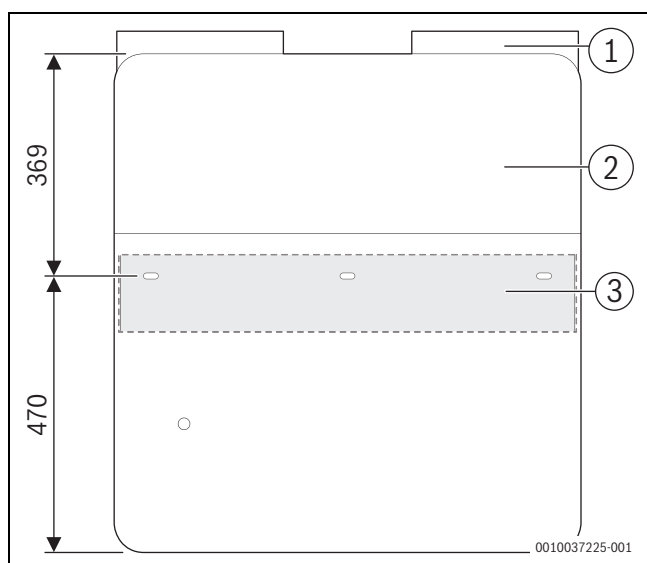
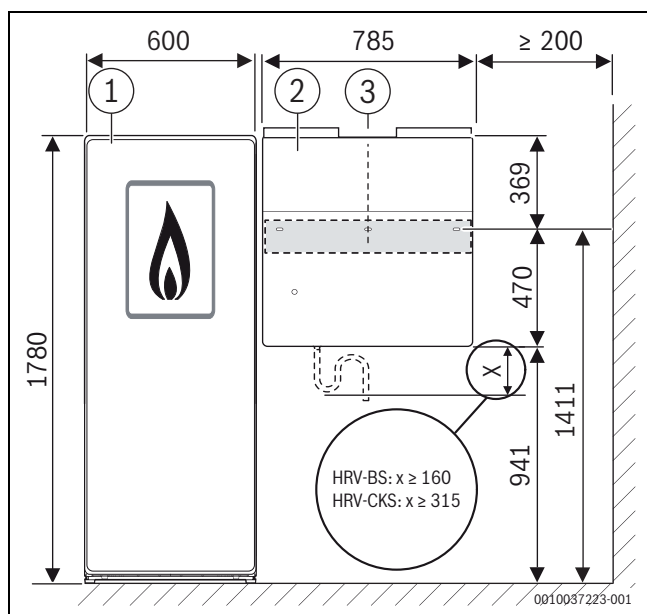

Bild 19 Einbaumaße autarke Installation des Lüftungsgeräts
Bild 20 Einbaumaße im System mit einem Bosch Wärme-erzeuger
- Einbaumaße bei autarker Installation des Lüftungsgeräts und im System mit einem Bosch Wärmeerzeuger beachten (→ Bild 19 und Bild 20).